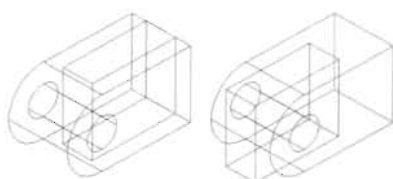

图 14-201
指定对象与圆的第一个切点: //使用切点捕捉功能捕捉如图 14-201 所示的点 1
(8) 把拉伸形成的长方体向左平移 8mm, 如图 14-201 所示。